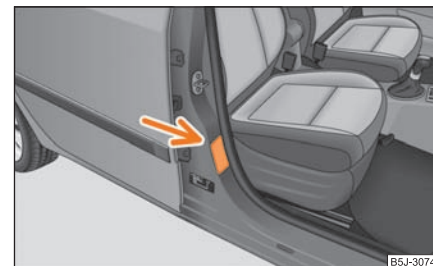

Fig. 155 Autocollant sur le montant central de la carrosserie côté passager avant
- L'autocollant qui se trouve ⇒ fig. 155 sur le montant central de la carrosserie côté passager avant attire votre attention à ce sujet. L'autocollant est visible dès que la porte du passager avant est ouverte. L'autocollant est aussi placé sur le pare-soleil du passager avant dans certains pays.